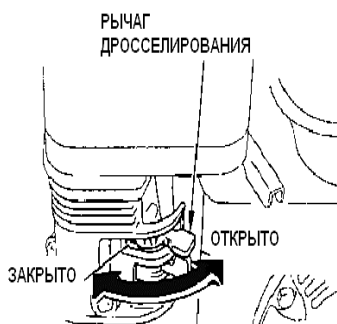

Рисунок 5.
**Дроссельная заслонка (рисунок 5)** - заслонка открывает и закрывает дроссельный клапан в карбюраторе. Если дроссельная заслонка находится в положении «ЗАКРЫТО», горючая смесь начинает обогащаться для последующего запуска холодного двигателя. Установка дроссельной заслонки в положение «ОТКРЫТО» приводит к активизации двигателя посредством поступления обогащенной горючей смеси.